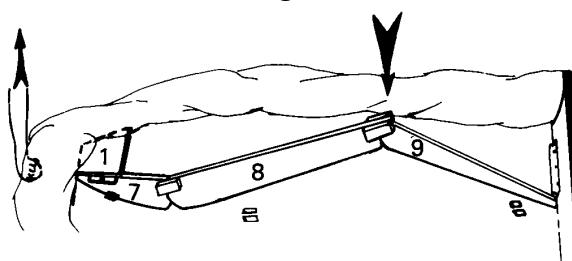
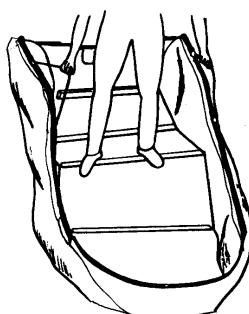

fig 3
fig 6
- 6. **Element** (2) gegen Element (1) und Element (3) gegen Element (2) schieben, dann Element (6) gegen die Hecknagge (10) schieben [abb.6]. Dann die Element (4) und (5) in Form eines daches einsetzen [abb.3].